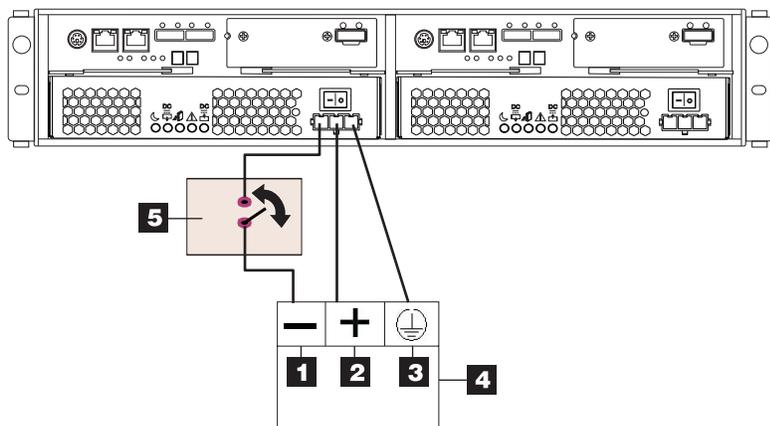

Figura 74. Conexão DC do DS3500 ao Dispositivo de Desconexão e à Fonte de Alimentação DC
5. Conclua a conexão do dispositivo de desconexão ao terminal marcado com -48V da fonte SELV (safety extra low voltage) de alimentação DC seguramente aterrada. Conecte o fio POS RTN (azul) e o fio de aterramento (verde/amarelo) do cabo de energia DC aos terminais marcados com POS RTN e GND na fonte de alimentação DC, conforme mostrado em Figura 74 na página 87.